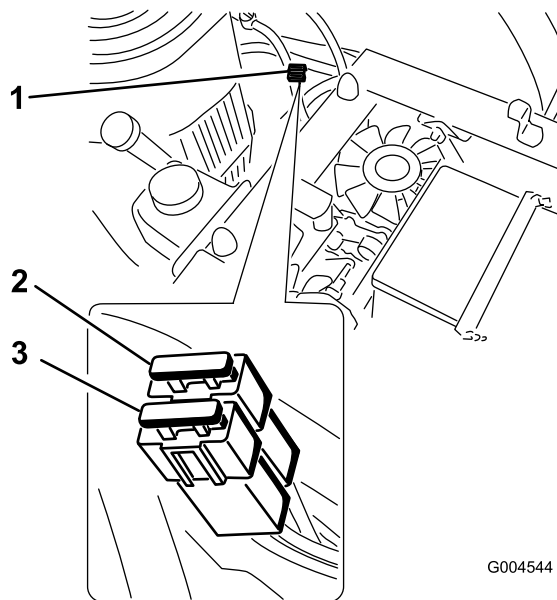

Figura 40
2. Levante el asiento para tener acceso al portafusibles, en el lado izquierdo de la máquina (Figura 40).
4. Instale un fusible nuevo (Figura 40).